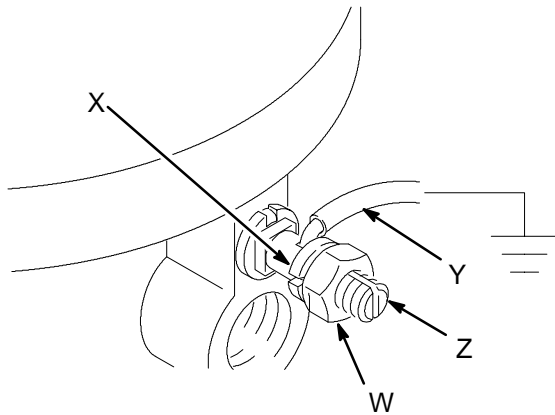

Abb. 1
- *Pumpe:* Erdungskabel und Klammer wie in Fig. 1 dargestellt verwenden. Sicherungsmutter (W) der Erdungsklammer und Scheibe (X) lösen. Ein Ende eines 1,5 mm² dicken Erdungsdrahtes (Y) in den Schlitz (Z) in der Öse schieben und die Mutter fest anziehen. Das andere Ende des Drahtes mit einer guten Erde verbinden. Teilenummer 222011, Erdungsdraht und Klammer, bestellen.